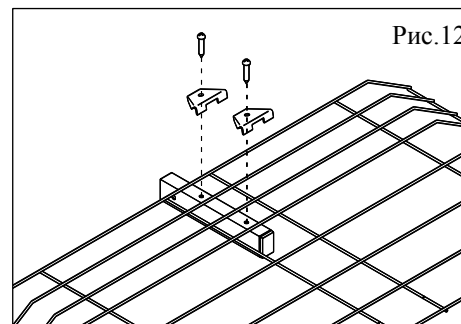

Рис.12
5.14. Положить рефлектор (сетку) на стойку рефлектора и зафиксировать держателями. (рис.12) Для крепления держателей использовать самонарезающие винты №5. Аналогично закрепить второй рефлектор на стойке.